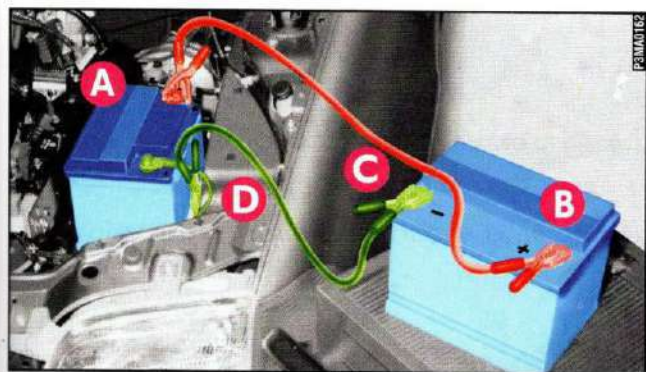

fig. 1
- 1) Collegare i morsetti positivi **A** e **B**-fig. 1 delle due batterie con un apposito cavo.